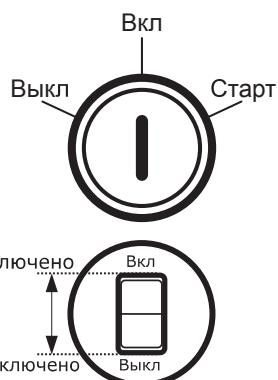

Рис. 10
- Вставьте ключ зажигания в выключатель зажигания и приведите его (или тумблер выключателя зажигания) в положение «**ВКЛ**» (рис. 10).